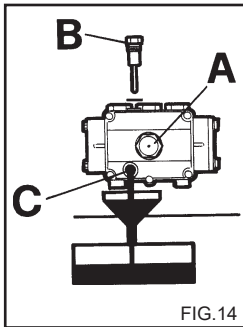

FIG.14
- 2) Открутите пробку с щупом (рис. 14).